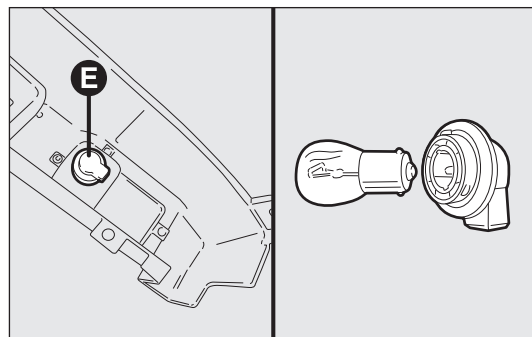

fig. 195
- ☐ tourner la douille E dans le sens inverse des aiguilles d'une montre (1/8 de tour), extraire la lampe à baïonnette en la poussant légèrement et en la tournant dans le sens inverse des aiguilles d'une montre, puis la remplacer fig. 195.